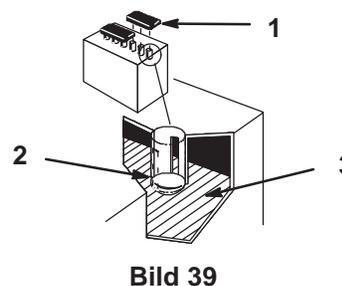

Bild 39
2. Öffnen Sie die Verschlussdeckel bei abgestelltem Motor und schauen in die Batteriezellen. Der Füllstand muss bis zum unteren Teil des Rohrs reichen (Bild 39). Die Säure darf nicht unter die Platten fallen. (Bild 39).
2. Ziehen Sie die Verschlussdeckel ab (Bild 39).
3. Gießen Sie langsam destilliertes Wasser in jede Batteriezelle, bis der Füllstand den unteren Teil des Rohrs erreicht (Bild 39).